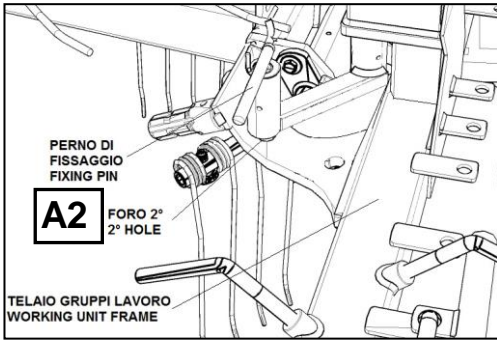

fig.19D
4. **Fig.19D** - Ruotare, in senso antiorario, il telaio gruppi di lavoro fino a bloccarlo nel foro A2, mediante perno a maniglia.
4. **Fig.19D** - Rotate counterclockwise the working unit frame until to lock it in the A2 hole, by handle pin.